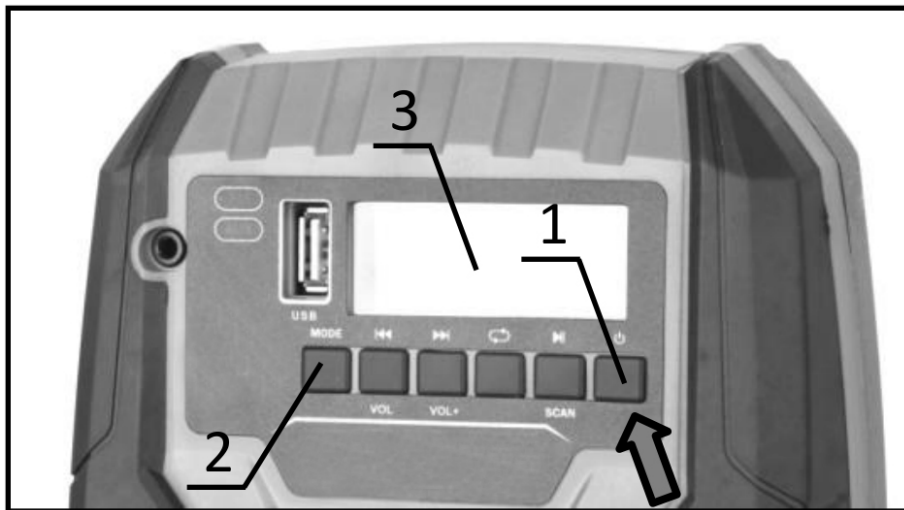

Рисунок 3. Схема увімкнення та вимкнення виробу.
- увімкнути виріб, натиснувши кнопку «Увімк/Вимк» (1, рис. 3) і утримувати її впродовж 3 с, щоб увімкнути виріб; увімкнеться РК-дисплей, і на ньому відобразиться «00».
2. Щоб вимкнути виріб, слід натиснути кнопку «Увімк/Вимк» (1, рис. 3) і утримувати її впродовж 3 с, щоб увімкнути виріб; увімкнеться РК-дисплей, і на ньому відобразиться «OFF», а потім виріб буде вимкнений.
Режим роботи виробу обирається за допомогою натискання на кнопку «Режим» (2, рис. 3).
Вибір режиму здійснюється натисканням кнопки «Режим» (2, рис. 3). При цьому на дисплеї, відповідно до кожного з режимів, буде відображатися його позначення:
1. Увімкнути вибір та вибрати режим трансляції по бездротовому інтерфейсу. На РК-дисплеї (3, рис. 3) з'явиться та блиматиме текст «BLUE».